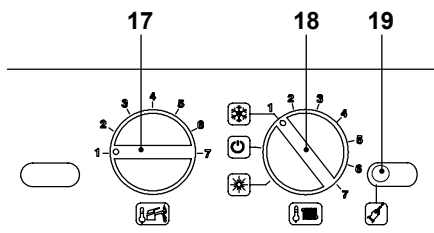
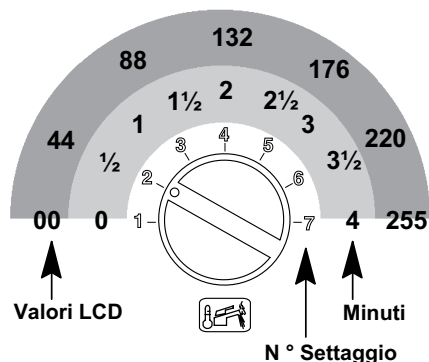

Figura 5.65
Figura 5.69
- Prima di alimentare elettricamente la caldaia posizionare le manopole 17 e 18 come indicato in Figura 5.65.
- Per settare il tempo di postcircolazione della pompa bisogna entrare nella programmazione premendo per 15 secondi il pulsante di ripristino 19, in Figura 5.65 fino alla comparsa del parametro **P01** sul display LCD; sul display LCD compare la seguente visualizzazione (la sequenza **P01** si alterna -- -- --).
Premere il pulsante di ripristino 19 in Figura 5.65 per lo scorrimento dei vari parametri sino al raggiungimento del parametro **P11** valido per il settaggio postcircolazione della pompa; sul display LCD compare la seguente visualizzazione (la sequenza **P11** si alterna **44**).
Per cambiare il settaggio ruotare la manopola di regolazione temperatura sanitari 17 in Figura 5.65 e posizionarla sul tempo prescelto Figura 5.69.
Il passo del settaggio della manopola 17 (Figura 5.69) corrisponde a un valore letto sul display LCD di circa **44** (40 secondi) e questo valore può essere variato fino a circa **255** (4 minuti); nell'LCD la sequenza **P11** si alterna con **60**.